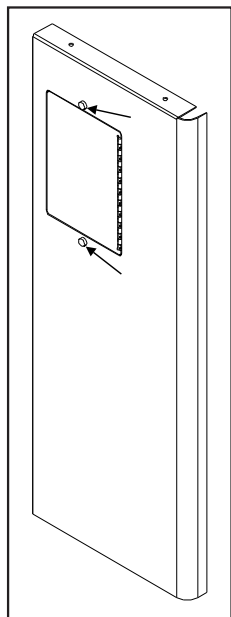

Figure 31:
Placez le panneau de contrôle de la carte de circuit imprimé à l'arrière du panneau de droite surround de sorte que la charnière est à l'extérieur et le haut et le bas des trous sur la ligne du panneau de contrôle avec ceux sur le pourtour. Fixez à l'aide de deux (2) vis T-20 par l'avant de l'entourage dans le panneau de contrôle de la carte de circuit (voir figure 31).